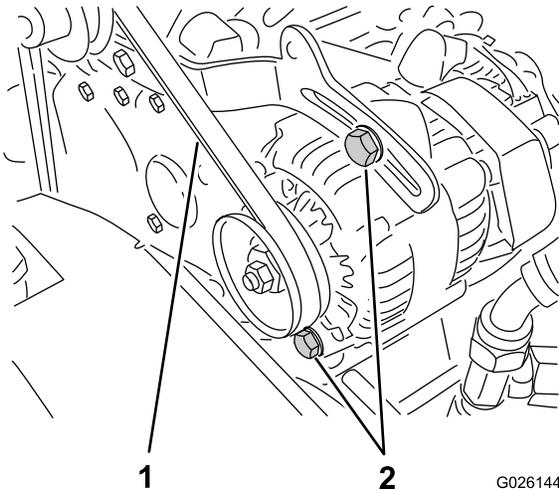

Figura 68
2. Compruebe la tensión presionando la correa en el punto intermedio entre las poleas del cigüeñal y del alternador con una fuerza de 10 kg (Figura 68).
- A. Afoje los 2 pernos de montaje del alternador (Figura 68).
B. Usando una barra, gire el alternador hasta obtener la tensión correcta de la correa, luego apriete los pernos de montaje (Figura 68).